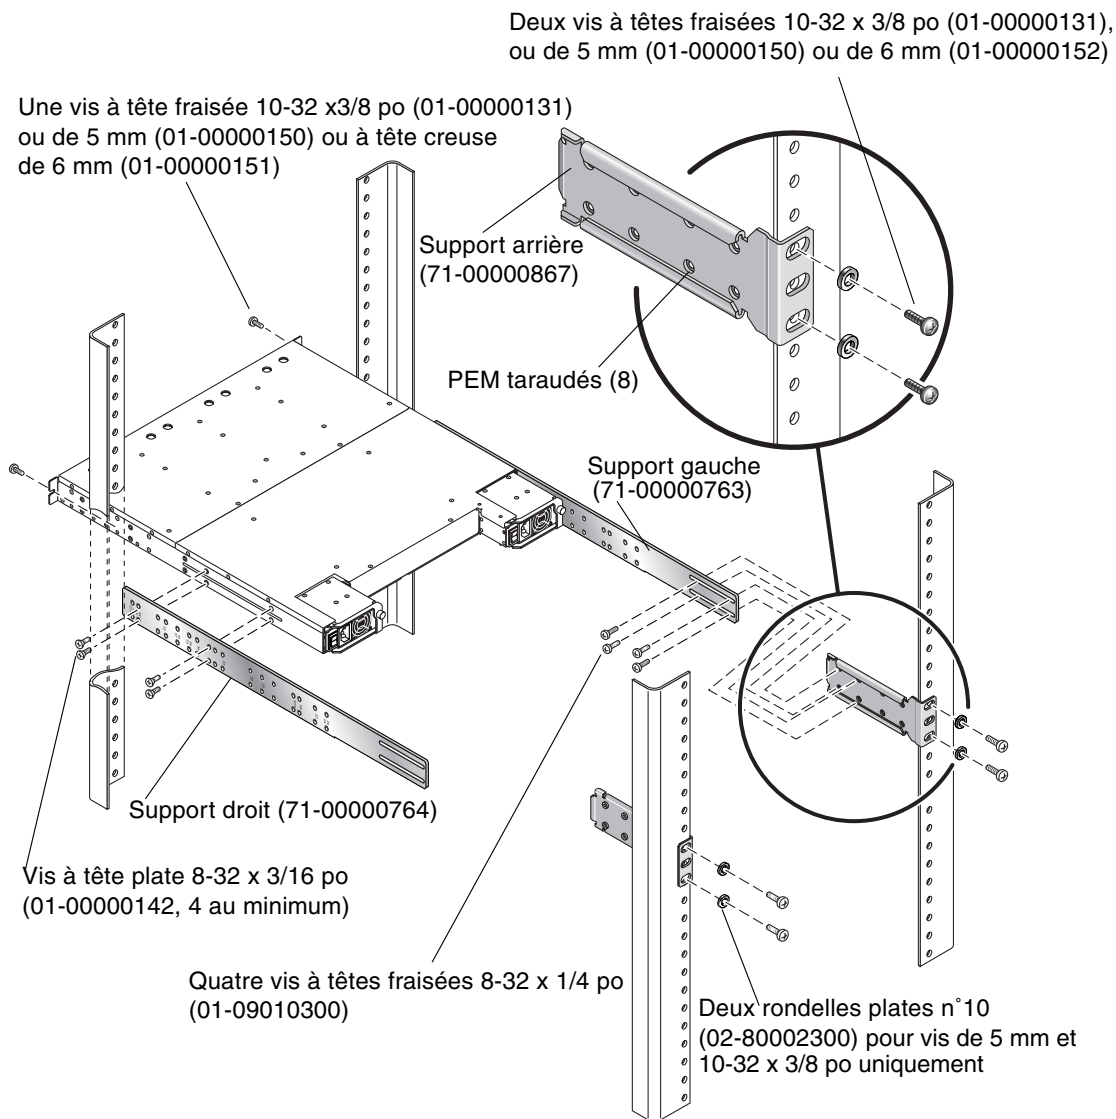

FIGURE 2-4 Montage en coffret à l'aide des supports arrière
Reportez-vous à la FIGURE 2-4 pour en savoir plus sur la procédure d'installation.
6. Fixez les supports arrière aux montants verticaux arrière à l'aide de quatre vis et de quatre rondelles (deux vis par support fixé à un montant). (Reportez-vous à la section FIGURE 2-4).
8. Fixez et sécurisez les pattes de montage avant de la baie à l'aide de deux vis adaptées (une vis par patte, comme illustré dans la FIGURE 2-4) :